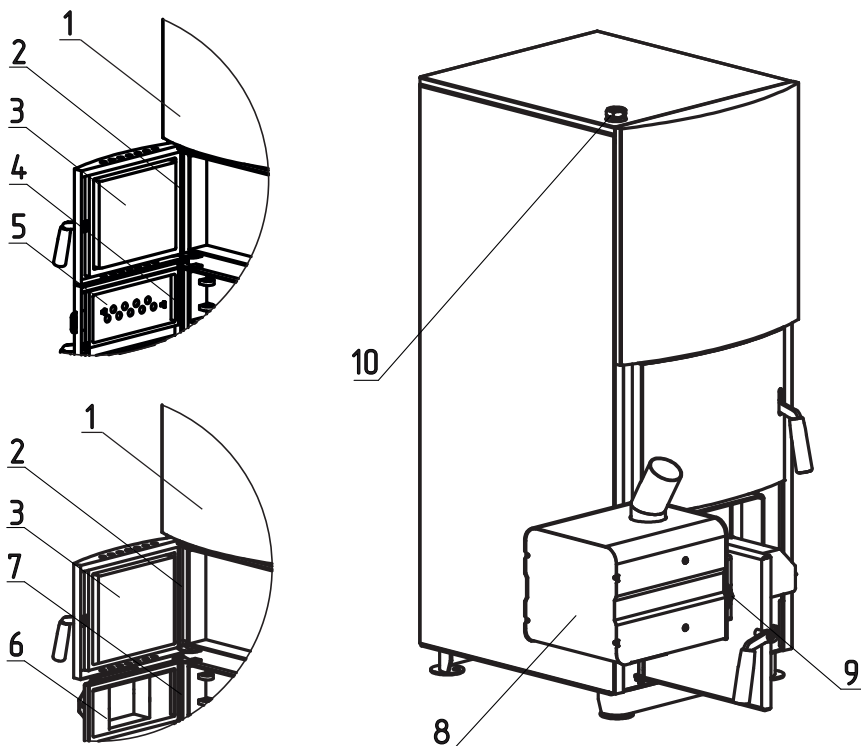
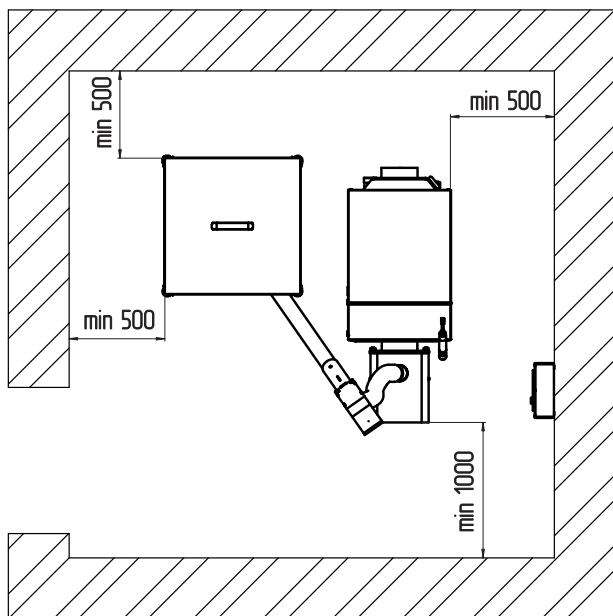

Рис. 9 Порядок установки двери на твердотопливные котлы ZOTA Mix 40 и ZOTA Mix 50
Рис. 12 Расположение котельной установки в помещении
- Снимите панель (Рис. 9, поз. 1), извлеките ось (Рис. 9, поз. 2) и снимите дверцу загрузочную (Рис. 9, поз. 3).
- Затем извлеките ось дверцы зольной (Рис. 9, поз. 4) и снимите зольную дверцу (Рис. 9, поз. 5).
- Далее установите адаптер горелки (Рис. 9, поз. 6) и зафиксируйте его осью (Рис. 9, поз.7).
- Установите дверцу загрузочную (Рис. 12, поз. 3), установите ось загрузочной дверцы (Рис. 9, поз. 2) и установите на место панель (Рис. 9, поз. 1).
- Установите горелку (Рис. 9, поз. 8) на котел и зафиксируйте ее гайками (Рис. 9, поз. 9).
- Для установки гильзы под датчики температуры и перегрева снимите пробку или тягорегулятор (если установлен) и установите гильзу (Рис. 9, поз. 10) в освободившееся отверстие.
7.3.10. Расположение котельной установки в помещении с учетом необходимого для обслуживания пространства (см. Рис. 12).